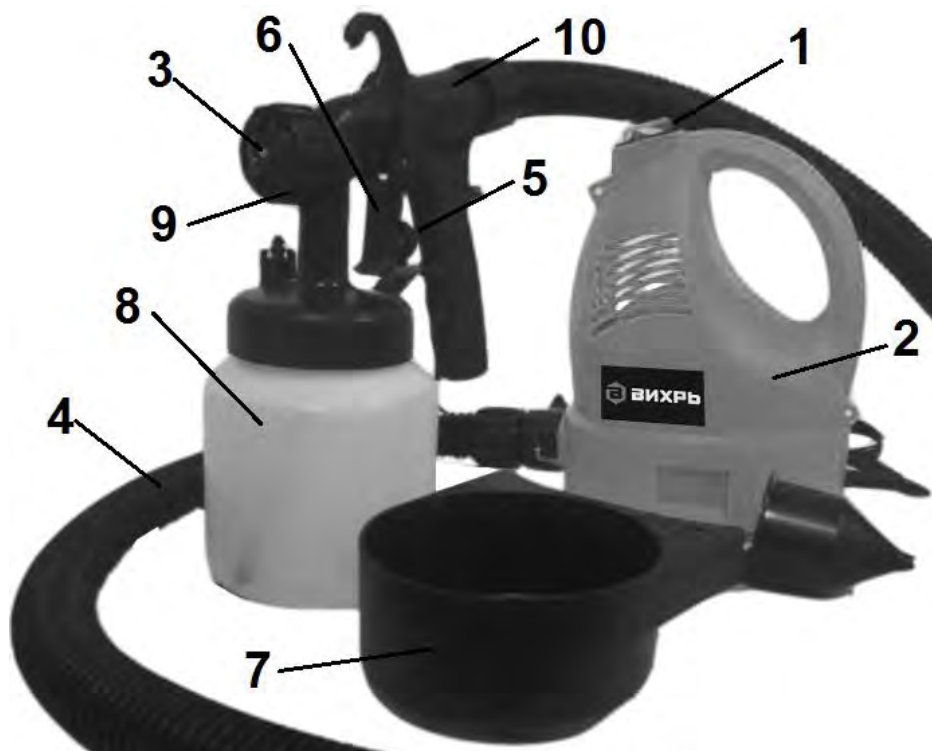

Рис. 1. Общий вид (ЭКП-700В)
4.1 ЭКП-700В имеет разнесённые компрессорный блок и краскораспылитель, снижают вес в руках оператора. Гофрированный шланг (рис.1 поз.4) позволяет окрашивать поверхности, при нахождении компрессорного блока на полу. ЭКП-400 является одним блоком и включается при нажатии на пусковой курок.
У ЭКП-700В коллекторный двигатель в сборе с компрессором расположен в пластиковом корпусе (рис.1 поз.2), состоящем из двух половин. В верхней части корпуса находится клавиша выключателя двигателя (рис.1 поз.1). Она имеет два фиксированных положения: «0» - выключено, «1» - включено. Воздух из компрессора подаётся гофрированным шлангом в краскораспылитель (рис.1 поз.10).
Из бачка (рис.1 поз.8), под давлением сжатого воздуха, краска всасывающей трубкой подаётся в форсунку, для смешивания её с воздухом. В форсунке происходит смешивание воздуха с краской и подача в насадку - распылитель (рис.1 поз.3), для покрытия поверхностей.
Регулятором (рис.1 поз.5) изменяется расход распыляемого материала. Поворот винта регулятора против часовой стрелке уменьшает количество распыляемого материала, по часовой – увеличивает.
В передней части рукоятки краскораспылителя расположен пусковой курок (рис.1 поз.б), при нажатии на который воздушно-капельная смесь через форсунку подаётся в распылительную головку (рис.1 поз.3). При отпускании клавиши подача краски к форсунке прекращается. После окончания работы необходимо отключить компрессор выключателем (рис.1 поз.1).
7.2 Для модели ЭКП-700В соедините гофрированным шлангом выходной штуцер корпуса компрессорного блока с входным штуцером краскораспылителя. Проверьте надёжность затяжки зажимной гайкой (рис.1 поз.9) головки распылительной (рис.1 поз.3).